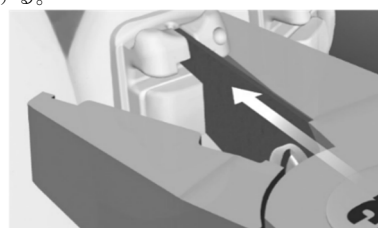

図 7
- 2) センタリングガイドをブラケット中心部に垂直にあて、アーチワイヤー スロットに対して垂直にあてる。センタリングガイドはブラケットに対して左右対称かつ平たんに置く。ブラケットの唇側面に対して 3M ユニテック ディボンディング用 インストルメントが垂直かつ左右均等になるようにつかむ (図 7)。3M ユニテック ディボンディング用 インストルメントを握り込む前に必ずはさんでいる位置を確認する。